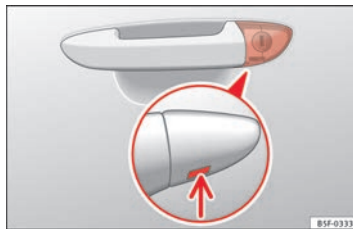

Fig. 55 Manilla de la puerta del conductor: bombín de cierre oculto.
- Introduzca el espadín en la abertura de la tapa de la maneta de la puerta del conductor desde abajo ⇒ fig. 55 (flecha) y eleve la tapa de abajo hacia arriba.